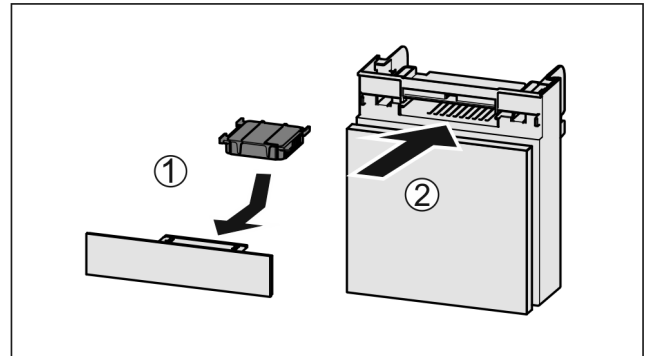

Fig. 170
- ▶ 按图装入 Fig. 170 (1) 活性炭过滤器。
- ▶ 推入 Fig. 170 (2) 抽屉。